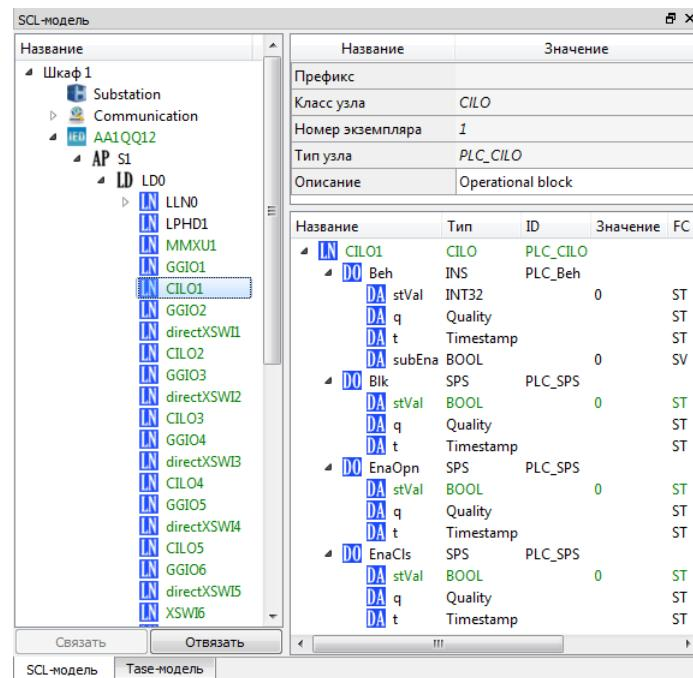

Рис. 2.31.21 Свойства и содержимое логического узла CILO1
В окне свойств сверху отображаются свойства логического узла. Снизу отображается его содержимое – объекты данных (DO) и их атрибуты (DA). На Рис. 2.31.21 видно, что атрибуты нескольких DO привязаны к сигналам объектной модели.